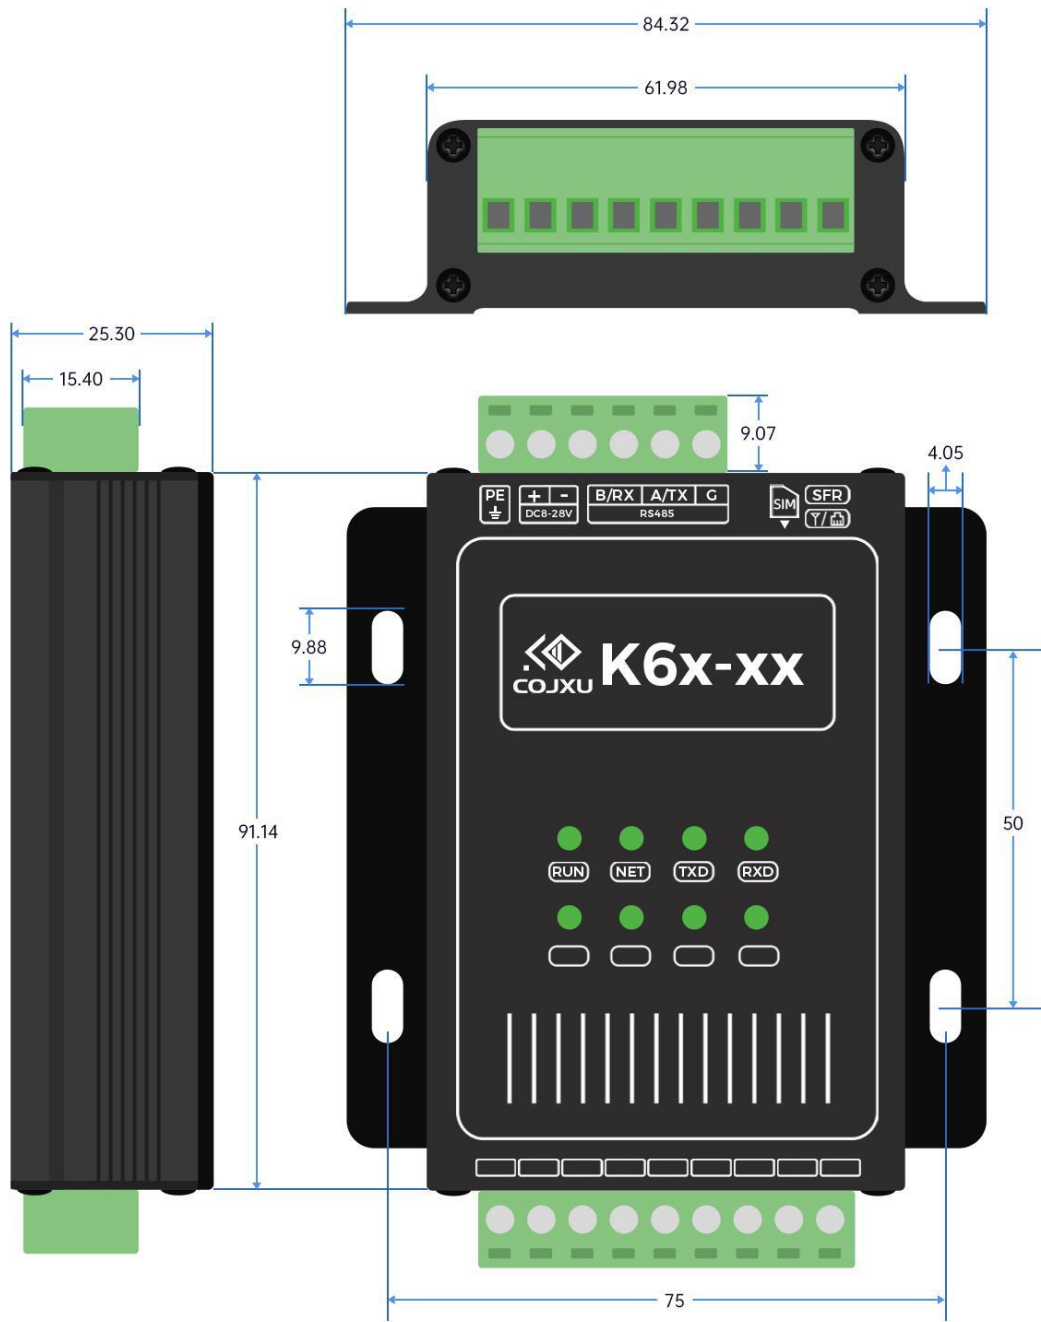

图 1-2 产品尺寸
2、下图 1-2 为产品参考尺寸, 误差 $\pm 0.3\text{mm}$, 请以实物为准。